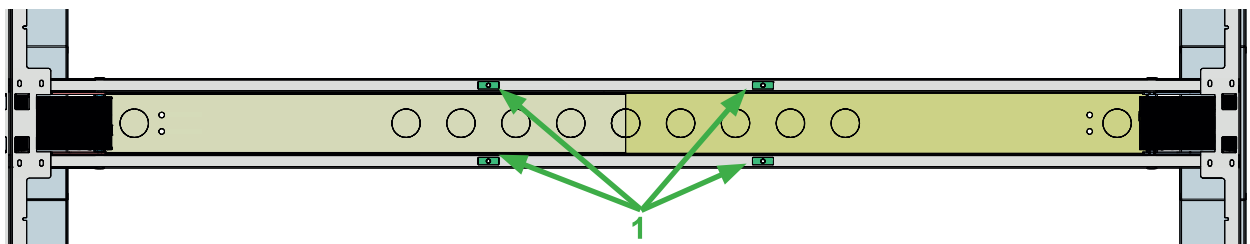

Abbildung 7: Unterlagen zwischen Traversenrohren und Tischplatte
19. Platzieren Sie die Unterlagsplatten (1) zwischen Traversenrohre und Tischplatte an den Bohrungspositionen und achten Sie darauf, dass die Löcher übereinander liegen. Sehen Sie Abbildung 7.